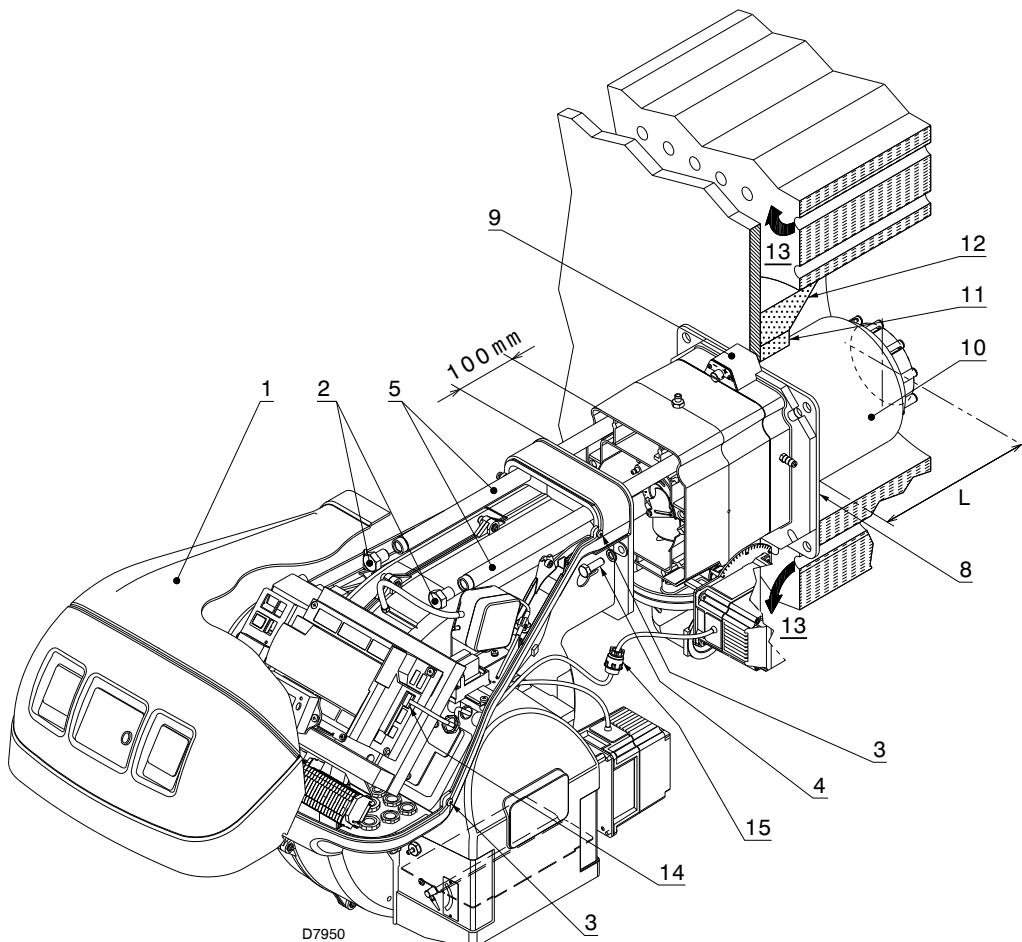

图 16
带前烟道 13)(第 25 页图 16) 或中心回焰式炉膛的锅炉其使用耐火材料制成的保护性炉补 11) 必须装于锅炉炉补 12) 和燃烧筒 10) 之间。
对于带水冷却前板的锅炉，则不需要耐火材料制成的炉补 11)-12)(图 16)，除非锅炉制造商另有要求。
从燃烧器上取下燃烧头，如图 图 16 所示，然后按以下步骤操作：
燃烧器位置如第 25 页图 16 所示；
- 连接伺服马达插头 14)(图 16)，拧紧锁扣 15)；